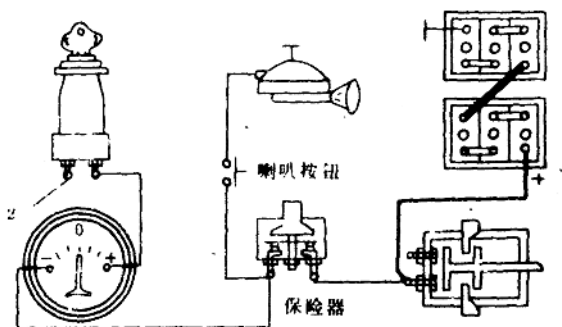

图 1-2 按喇叭进一步检查
(1)水温表等仪表指针不动,说明蓄电池至点火开关接柱2之间的电路(如图1-2所示)有断路故障。应按喇叭进一步查找: